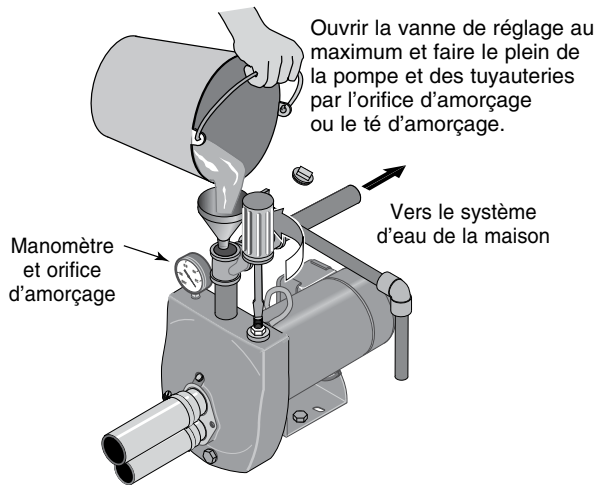

Figure 12 : Remplissage de la pompe
1. Ouvrir au maximum la vanne de réglage (voir la Figure 12), déposer le bouchon d'amorçage de la pompe, puis faire le plein de la pompe et de toutes les tuyauteries entre la pompe et le puits et s'assurer que toutes les tuyauteries du puits sont pleines d'eau. Si un té d'amorçage a été posé sur le tuyau d'aspiration, déposer le bouchon du té et faire le plein de la tuyauterie d'aspiration.